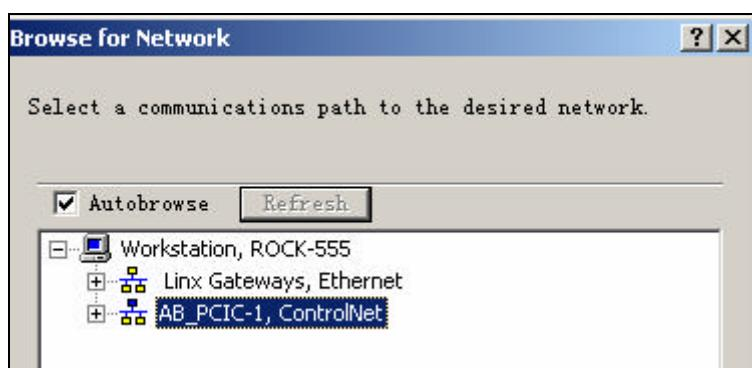

图 4-62 选择 Controlnet 网络
13. 点击 online  图标，出现如图 4-62 所示的选择网络的对话框。选择 AB\_PCIC\_1，ControlNet 网络，点击 OK，开始扫描网络。